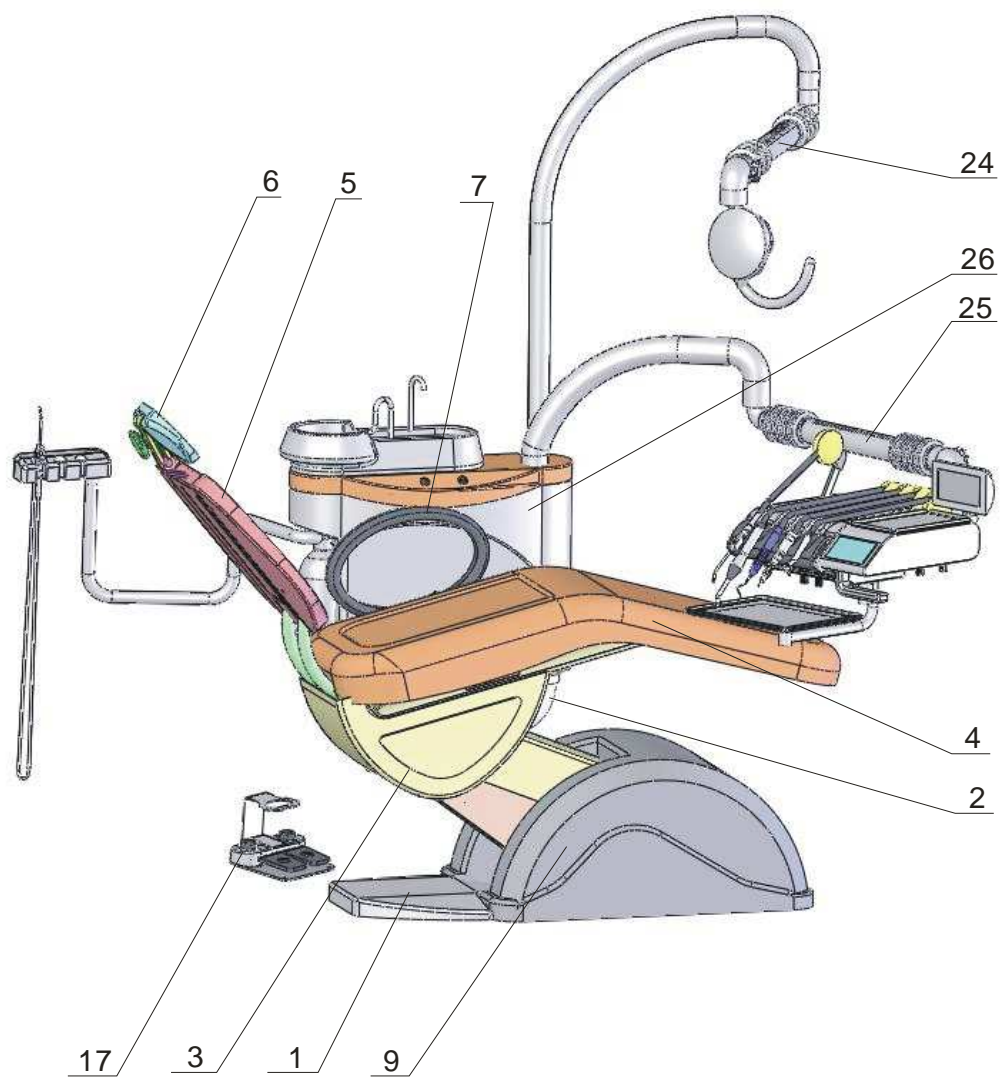

Рис. 1
Рис. 1а
СУ основана на конструкции стоматологического кресла CHIROMEGA 652.2 (в дальнейшем только кресло) как его дополнительное оборудование. Столик СУ установлен на балке пантографа. Лампа, как и плечо столика, навешиваются совместно с СУ. СУ представляет собой единый, жесткий функциональный блок (см. рис.1) совместно с креслом. На корпусе кресла (1) установлено подъемное устройство вместе с приводами. Сверху на этот механизм монтируется верхний корпус (3), на который крепится сиденье. Спинка сиденья (5) совместно с регулируемым по высоте подголовником (6) прикреплены и связаны при помощи кулисного механизма к верхнему корпусу. С левой стороны верхнего корпуса жестко закреплен левый подлокотник (7). Правый подлокотник - складной и закрепляется к правой стороне верхнего корпуса по специальному требованию заказчика. В правой перегородке переднего кожуха (9) установлен выключатель, через который при помощи гибкого кабеля осуществляется электропитание всей СУ. С левой стороны к верхнему корпусу (3) прикреплена несущая балка СУ. К балке при помощи болтов прикреплена распределительная панель.